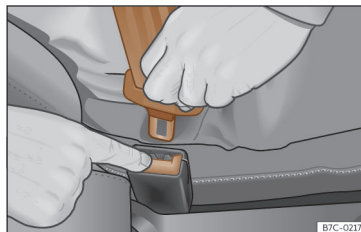

Fig. 22 Soltar a lingueta do fecho do cinto.
- Pressione o botão vermelho do fecho >>> **Fig. 22.** A lingueta saltará do fecho.